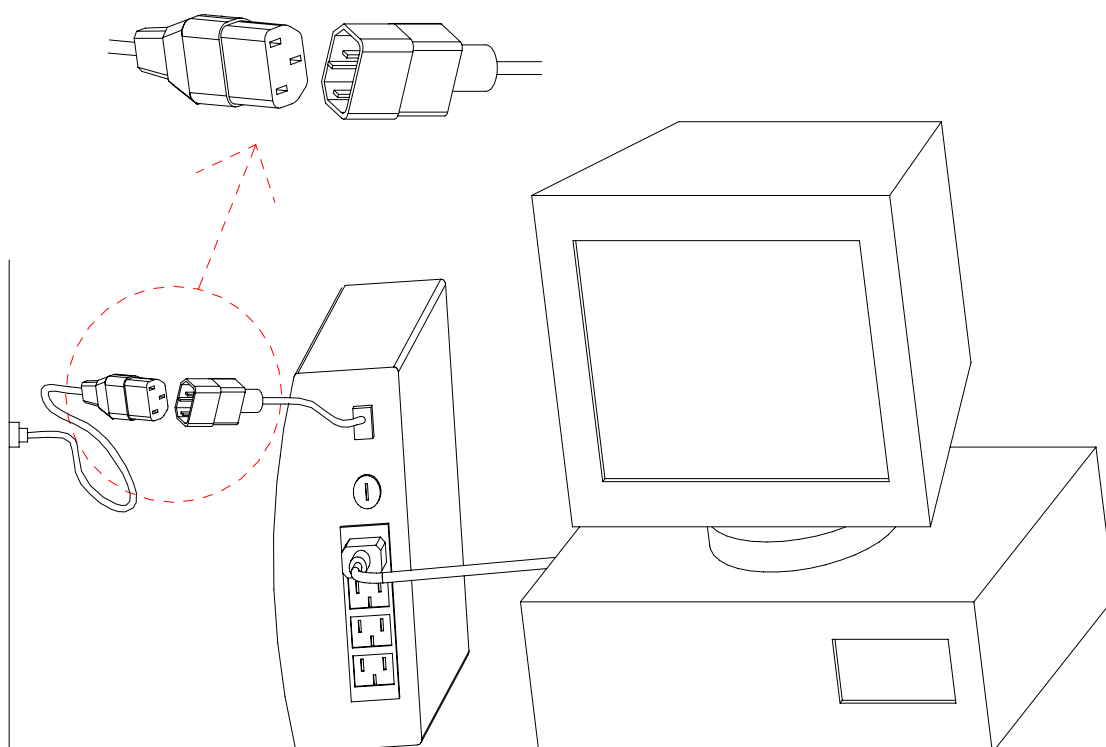

Figura 1: Collegamento dell'UPS
- 2) Inserite la spina dell'UPS in una presa elettrica a parete (vedi figura 1) e